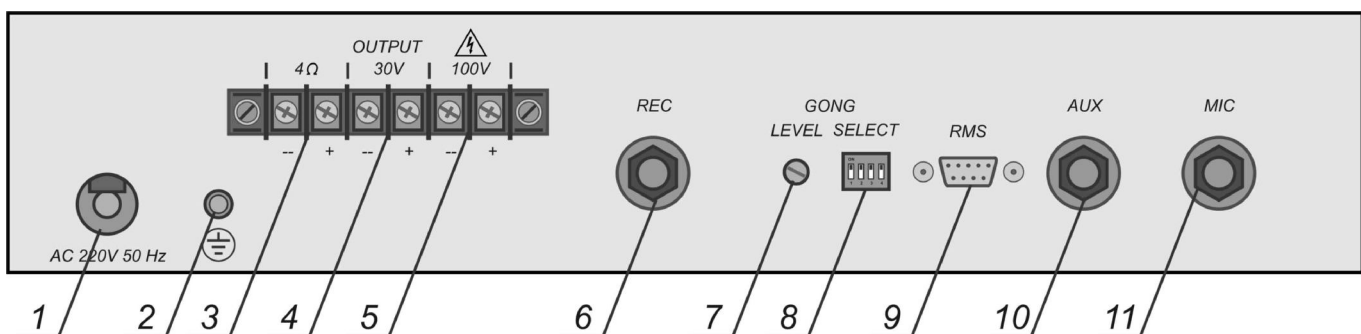

Рисунок 3
8.2 Размещение разъемов и клемм на задней панели усилителя приведено на рис. 3.